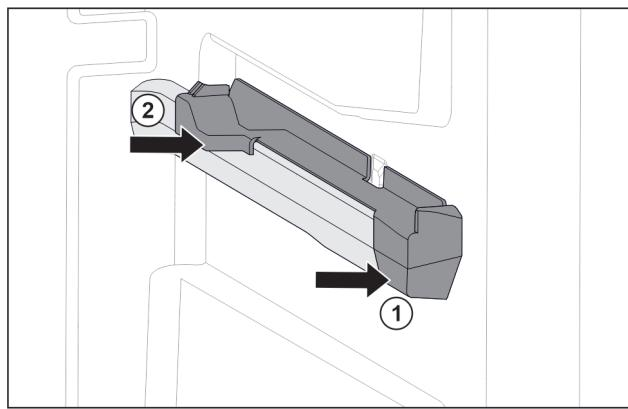

Fig. 75 Aufsteckteil auf der rechten Behälterrippe
- Aufsteckteil vorne an Behälterrippe ansetzen. Fig. 75 (1)
- Aufsteckteil hinten andrücken. Fig. 75 (2)